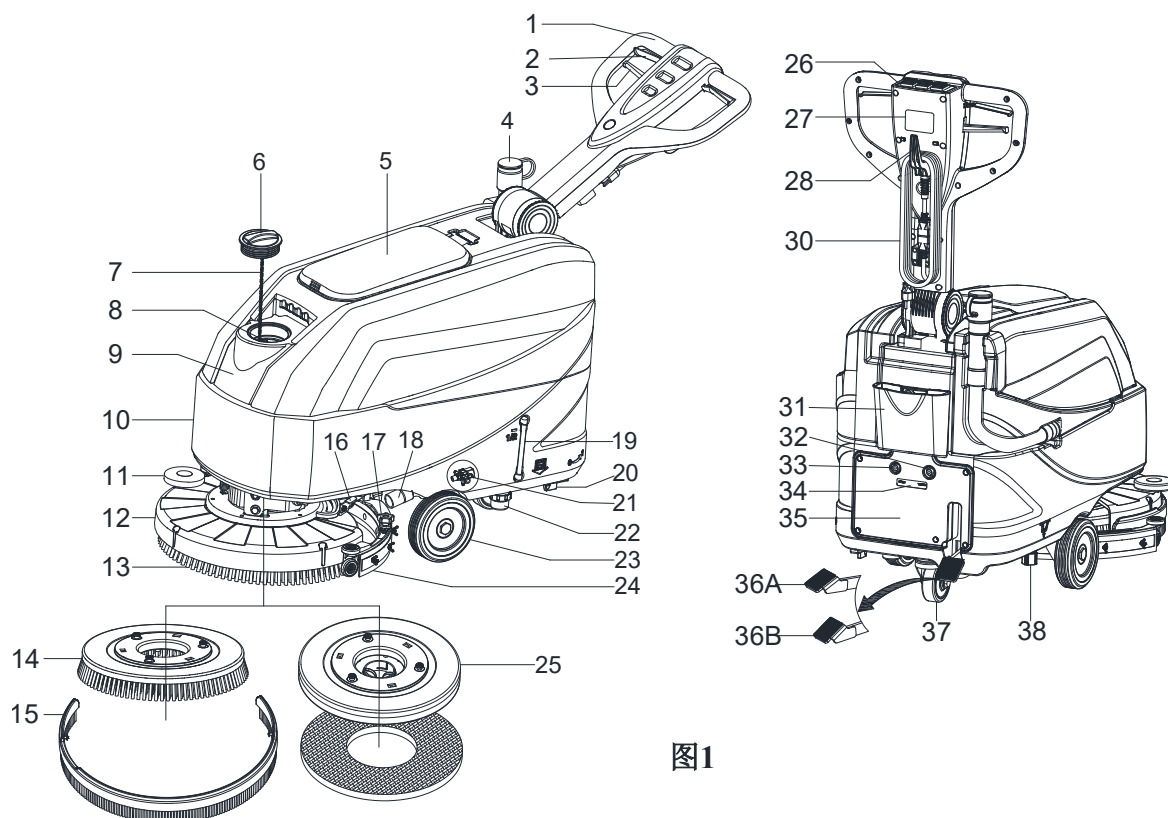
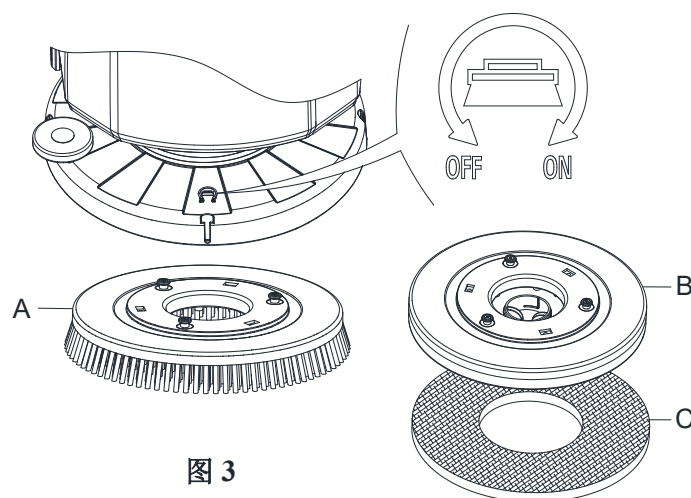
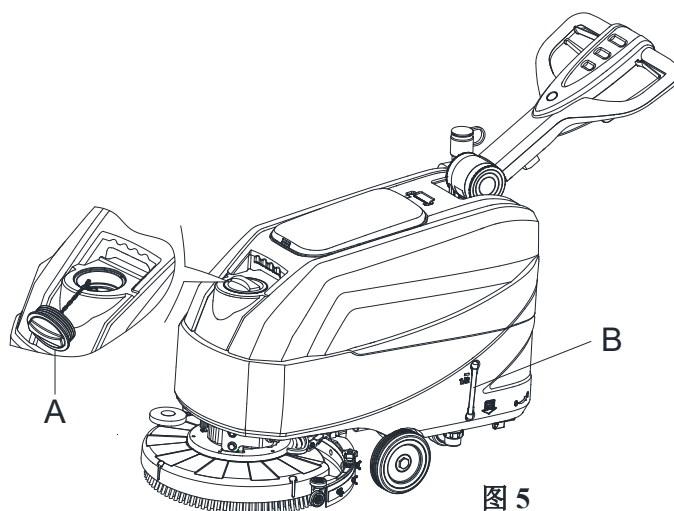

图1
图 3
图 5
机器结构 (如图 1)
根据需要清洁的地面选择相应的刷盘(A, 图 3)或者针座(B 和 C, 图 3)
10. 通过踩下脚踏板（36，图1）抬起刷盘罩。
11. 放置刷盘（A，图5）或者针座（B，图3）在刷盘罩下（12，图1），与刷盘罩中心对齐。
12. 通过升起脚踏板（36，图1）放低刷盘罩。
14. 轻按一下安全开关（2，图1）其中一个或二个均可，然后立即松开安全开关，装好刷盘或针座。如果有必要的话，重复这一步骤直到刷盘或针座被安装好。
15. 如果以上第6项安装困难，可用手工方法安装，以与正常旋转的反方向用手旋转刷盘或针座可装好它，参见刷盘罩上的安装指示箭头（参见图3）。
要安装刷盘或针座需按下安全开关（2，图1），按其中一个或二个同时按均可，启动刷盘电机带动刷盘座旋转扣紧刷盘或针座。
16. 要拆卸刷盘或针座，通过按下脚踏（36，图1）抬起刷盘罩，然后用手方法以与正常旋转方向相同旋转（参见刷盘罩上箭头指示，图3），卸下刷盘或针座。
7. 通过升起脚踏 (36, 图1) 放低刷盘罩 (12, 图1)，刷盘或针座着地状态。
4. 打开进水盖 (A, 图 5)。
6. 不要给清水箱注水过满, 注入水量参照水位指示管 (B, 图 5)。